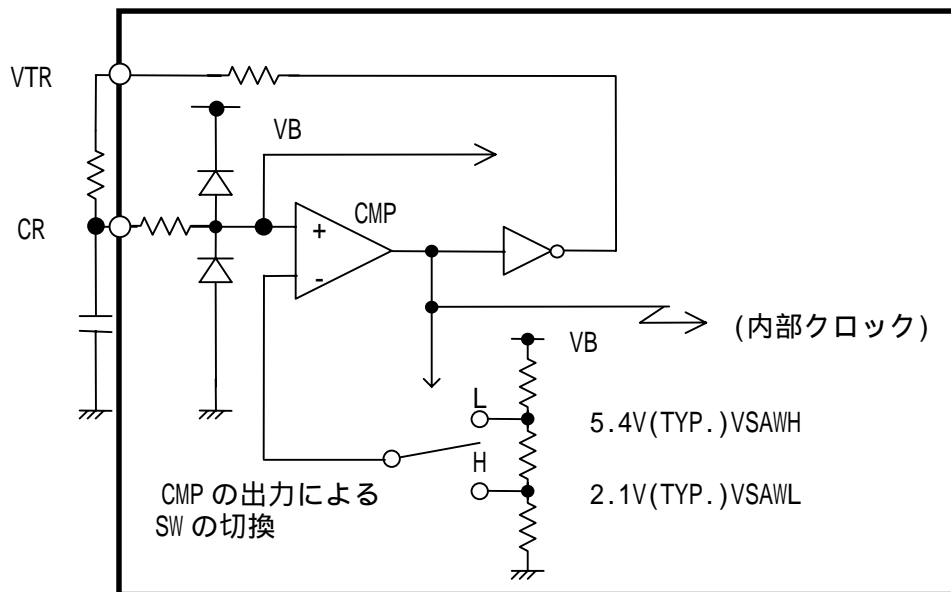

図4 . CR , VTR 等価回路
(2) CR, VTR端子
- ・この2端子に抵抗とコンデンサを接続することで内部クロックの発振周波数を決定します。（図4）